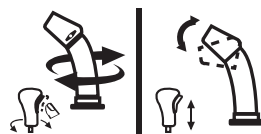

Figure 61
- Pour changer la direction d'éjection de la neige, pressez la gâchette sur la manette et faites pivoter la manette vers la droite ou vers la gauche. Voir (Figure 61).
2. Insérez la tige de commande de la goulotte jusqu'à ce que le trou de la tige s'aligne avec le troisième trou du raccord. Voir Figure 61.